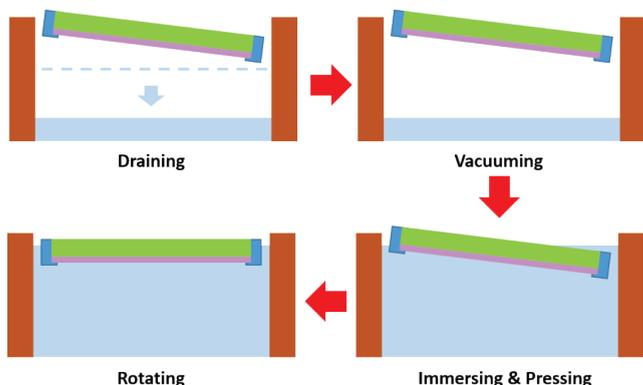

图1: 晶圆浸没过程示意图
针对气泡造成的危害，保证镀膜结构的高致密性与低电阻率，我们改进电镀槽的设计：(1) 在电镀槽中增加真空系统，令晶圆从真空环境中浸入电镀液，减少残余的空气滞留在微孔等结构中从而形成的气泡；(2) 采用电镀液增压技术，在晶圆浸入电镀液后，增大电镀液的压力，一方面，减小表面张力从而令浸润更充分，另一方面，通过挤压气泡，令电镀液侵入气泡与晶圆的接触面，从而更容易地将已形成的气泡从晶圆表面剥离，减少对电镀的影响；(3) 设计可旋转式的晶圆夹具，令晶圆倾斜浸入电镀液中，以使表面残余空气可以顺利排出，完全浸入后再将晶圆旋至水平以进行正常的电镀。改进的晶圆浸没过程如图 1 所示。